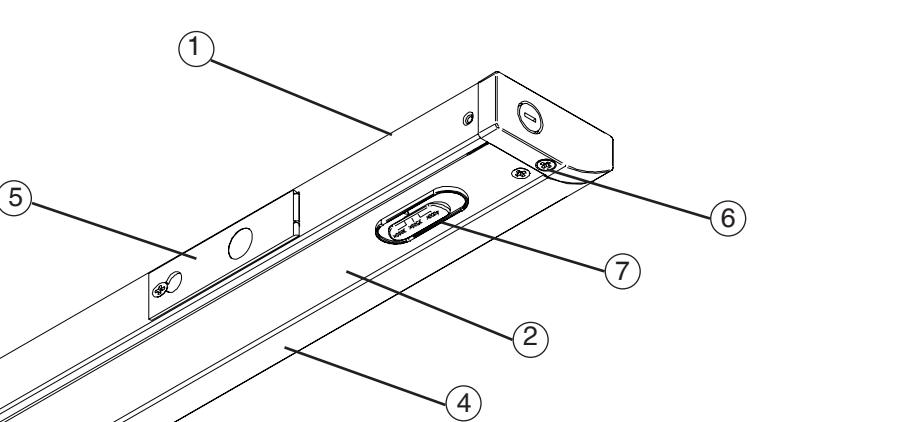

Figure 1
1. Remueva el paquete de partes y colóquelo en un lugar conveniente durante la instalación. **Ver Fig 1**